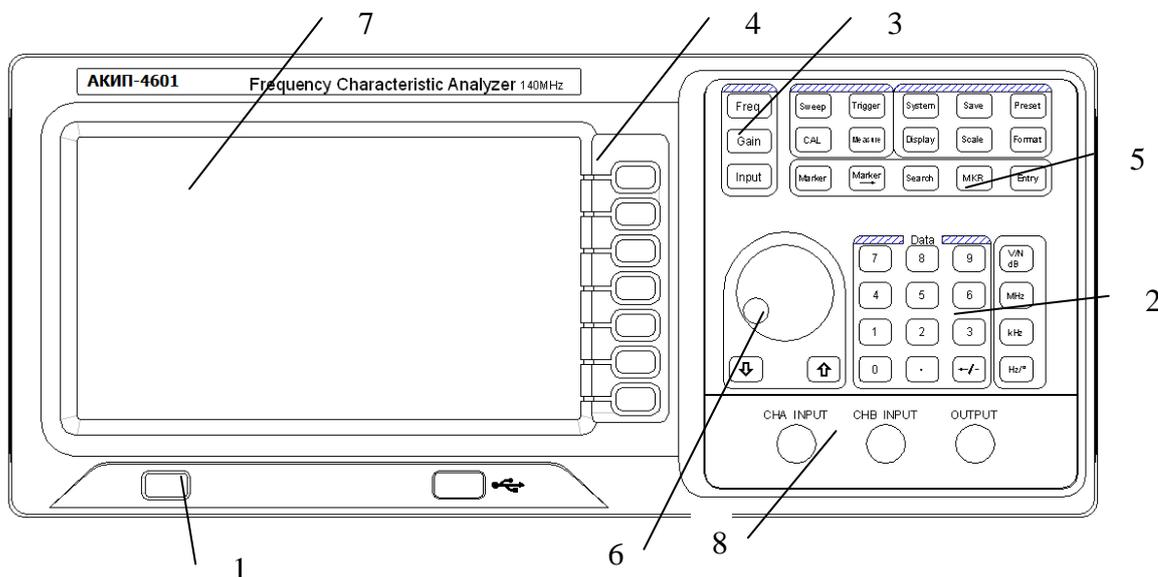

Рис. 2 Внешний вид передней панели
4. Область функций включает в себя 5 софт-клавиш (выделено красным на рис.2), каждая из которых позволяет переключаться между разными функциями, в зависимости от выбранного раздела меню прибора. В данном руководстве софт-клавиши обозначаются {}, как например клавиша {START}.